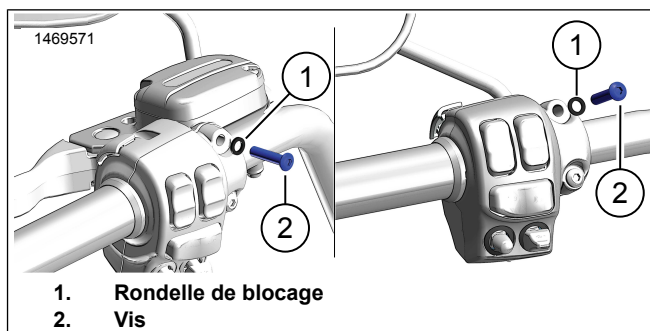

Figure 2. Vis et rondelle de montage d'embrayage/du miroir latéral gauche supérieur
1. Figure 2 Retirer la vis supérieure (2) et la rondelle (1) du support d'embrayage latéral gauche. Jetez-la.
2. **Modèles Livewire** : Figure 2 Retirer la vis supérieure (2) et la rondelle (1) du support du miroir latéral gauche. Jetez-la.